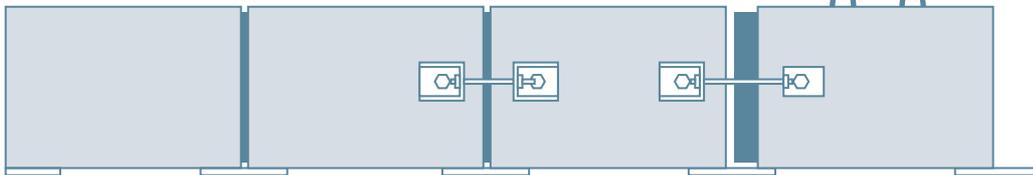

図4 据付状況
① 図4のように引寄せ治具で引寄せます。
※ 製品引寄せ比率は図4のように「既設の製品重量 > 新たに据える製品重量」になるよう引寄せ治具の本数を調整します。